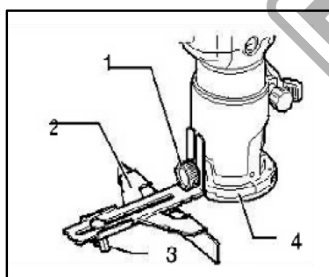

Fig. 14
2. Atașați ghidajul drept cu ajutorul șurubului de prindere (A). (Fig. 14)